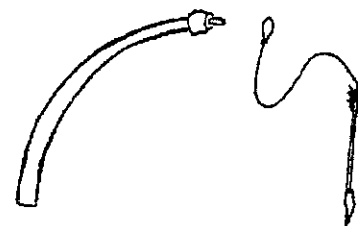

Рис. 41. Схема 3.
3. Возможен вариант метания стрелы-пращи. К стреле привязывается веревка с петелькой на конце, петелька зацепляется за конец хлещущей ветки и срывается в нужный момент (конструкция похожая на фустибал) (рис. 41, сх. 3). Стрела может иметь в качестве стабилизаторов оперение, хотя веревка с